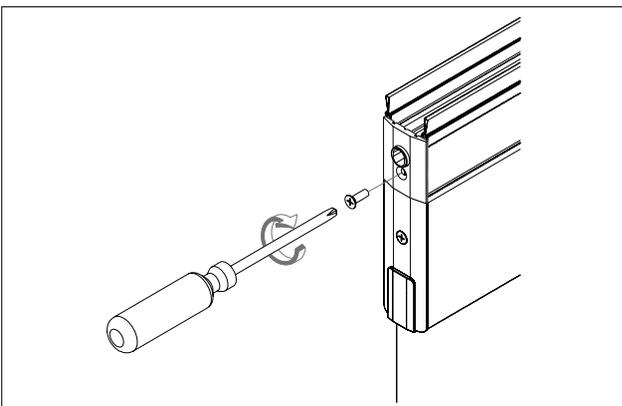

Abb. 50 Abdeckung festziehen
6. Abdeckung festziehen (Abb. 50).